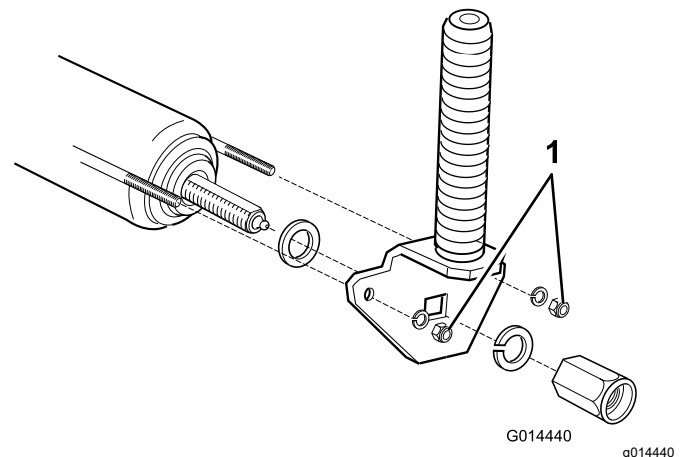

Bild 83
2. Ziehen Sie die Muttern um vier ganze Umdrehungen an, um den Draht richtig zu spannen (Bild 83).